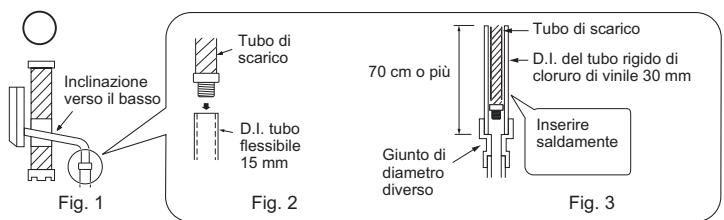

Fig. 3
- Nel collegare il tubo di scarico al tubo rigido in cloruro di vinile, avere cura di inserirlo saldamente all'interno di quest'ultimo. (Fig. 3)